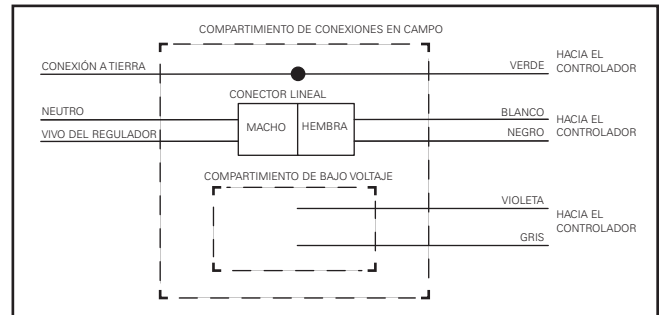

Figura 10.
- c. Para una regulación de dos hilos por Lutron, utilice el cable negro en el compartimiento en campo del cable vivo del regulador (Figura 10.).